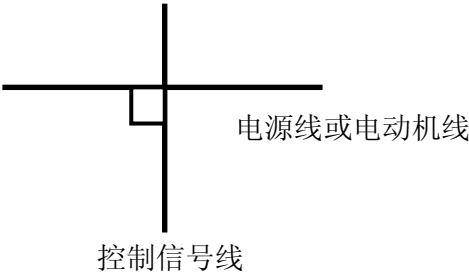

图 3-16 系统配线要求
- (1) 变频器到电动机的电缆线(U、V、W 端子引出线)应尽量避免与电源线(L1、L2、L3 端子输入线)平行布线。应保持 30 厘米以上的距离。
- (2) U、V、W 端子三根电机线尽量置于金属管或金属布线槽内。
- (3) 一般控制信号线应采用屏蔽电缆，屏蔽层与变频器 PE 端相连后，以靠近变频器侧单端接地。
- (4) 变频器 PE 端接地电缆必须直接与接地板相连,不得借用其它设备接地线接地。
- (5) 强电电缆(L1、L2、L3、U、V、W)不得与控制信号线平行近距离布线，更不能捆扎在一起，须保持 20~60 厘米（与强电电流大小有关）以上的距离。如果要相交，则应相互垂直穿越，如图 3-16 所示。
- (6) 强电接地线必须与控制信号和传感器等弱电接地线分别独立接地。
- (7) 禁止在变频器电源输入端(L1、L2、L3)上连接其它用电设备。